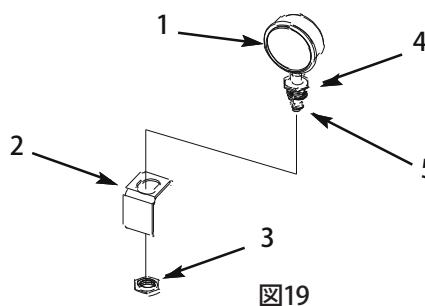

図19
1. 水圧計のネジ部にテフロンテープを左回りに巻き、リデュース・フィッティングを水圧計に取り付ける (図19)。
2. 黒いフィッティング (プラスチック製) を水圧計の縮径フィッティングに取り付ける (図19)。
3. 水圧計を、コントロール・ボックス・カバー内側の丸い穴の下にあるブラケットに取り付け、水圧計に同封されているナットを使用して固定する (図19)。